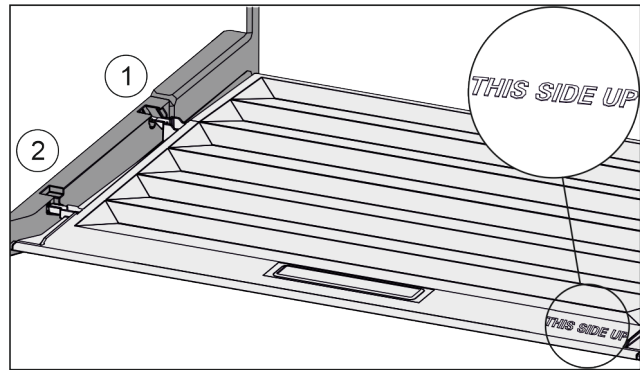

Fig. 104
- ▶ Dekselranden via de opening van de achterste houder Fig. 104 (1) aanbrengen en van voren in de houder Fig. 104 (2) klikken.